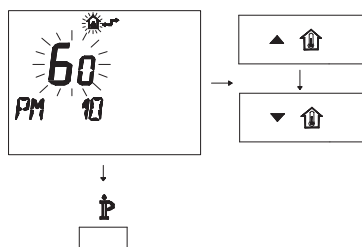

Figura 5.47
- Para modificar el punto de consigna programado use los botones ▲ o ▼ y espere a que el número programado comience a parpadear (Figura 5.47).